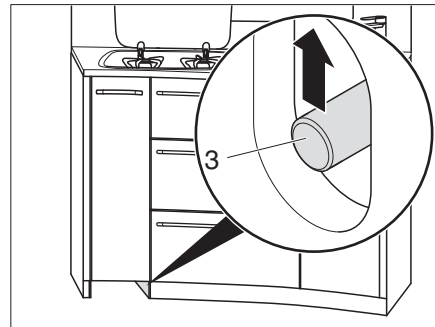

Bild 115 Låsa upp kökslådor
- Skjut skjutstängen (Bild 115,3) uppåt.